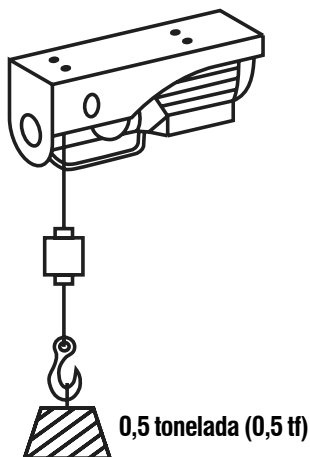

Fig. 15 – Guincho com a configuração simples
- c. Com a configuração simples, sem o gancho com a polia de inversão, a capacidade de carga máxima é de 0,5 tonelada (0,5 tf) (Fig. 15), com elevação máxima de 12 m de altura.